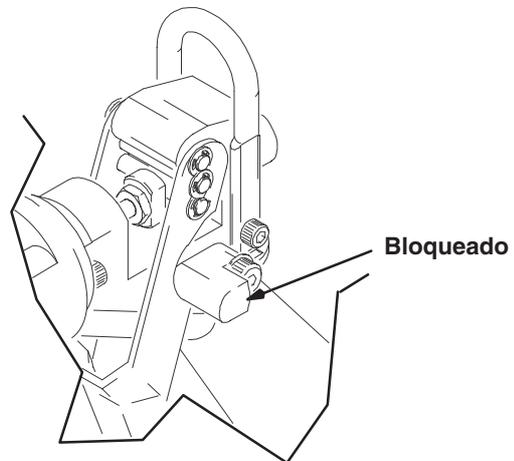

Fig. 3
1. Suelte completamente el gatillo de la pistola girando el seguro hacia abajo (Fig. 3).
Para bloquear el seguro de la pistola, suelte el gatillo y gire el seguro hacia abajo, como se observa en la Fig. 3.